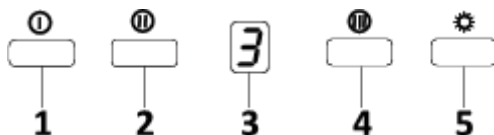

Fig. 16: Botón digital de 3 vel.
1. Pulse este botón para encender el producto. El producto también funcionará al nivel de 1ª velocidad cuando se presione este botón. Fig. 16
2. El producto funcionará al nivel de 2ª velocidad cuando se presione este botón. Fig. 16
3. Pantalla digital Puede seguir la velocidad a la que el producto está trabajando actualmente en esta pantalla. Fig. 16
4. El producto funcionará en el 3er nivel de velocidad cuando se presione este botón. Fig. 16
5. Pulse este botón para encender y apagar la lámpara. Fig. 16
6. Al presionar y mantener pulsado cualquiera de los botones de operación del motor durante más de 2 segundos se iniciará una función de temporizador de 15 minutos. Una señal se mostrará una vez que se inicie el temporizador y el motor se detendrá automáticamente después de 15 minutos. Fig. 16